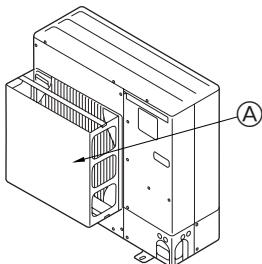

Fig. 2-4
- ② Τοποθετήστε έναν προαιρετικό οδηγό αέρα, αν πρόκειται να εγκαταστήσετε τη μονάδα σε σημεία όπου υπάρχει το ενδεχόμενο να φυσούν απευθείας στο στόμιο εξαγωγής του αέρα πολύ δυνατοί ανέμοι κτλ. (Fig. 2-4)